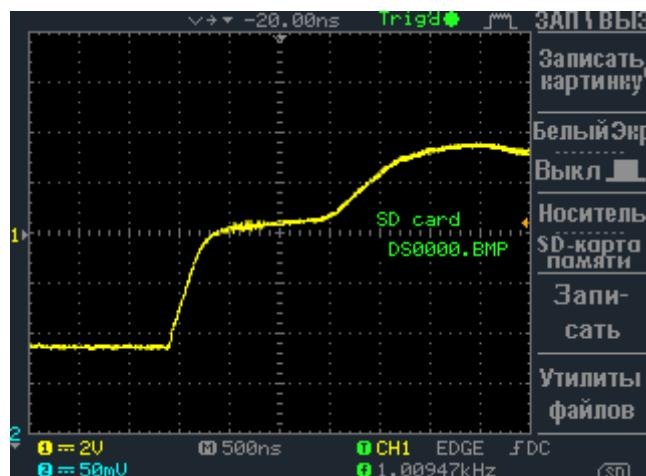

Рисунок 6.1. Несогласованная линия. Видео: enip2.ru/files/rs485_01.zip
- Несогласованная линия – на видео (рис. 6.1) видно, что длительность импульса резко меняется на 2 мкс, что может привести к отбрасыванию пакетов принимающими устройствами, по причине отсутствия синхронности передаваемых импульсов. Так же имеется «ступенька» прямо над порогом срабатывания приемника, что, при незначительно ухудшившихся условиях, может привести к состоянию неопределенности и так же повлияет на время фиксации приемником входящего импульса. В целом, в лабораторных условиях работа на подобной линии вполне возможна, однако для реальных объектов нeliшним будет провести мероприятия по согласованию линии.